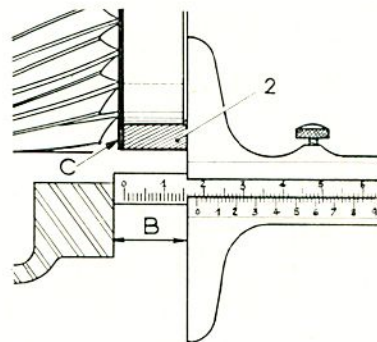

Figure BV 27.
Placer la bague de réglage (2, fig. BV 27) en bout de l'arbre démultipli-
— Retirer la bague de réglage, poser les cales en C (fig. BV 27) et replacer la bague de réglage (2).